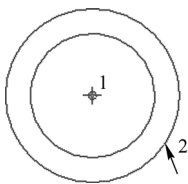

图 2-14 绘制同心圆
2) 在绘图区域中单击一个已有的参照圆或圆弧来定义中心点 (也可直接单击圆心), 接着移动鼠标在适当位置处单击便可确定一个同心圆, 如图 2-14 所示。